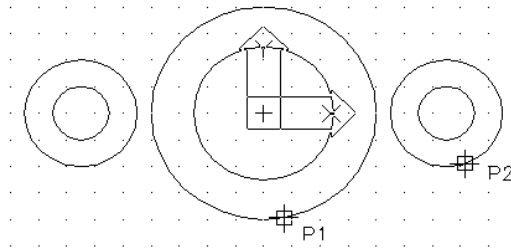

Fig. 2.16
5. Utilizarea modului osnap (TANGent), pentru trasarea celor patru tangente la cercuri (fig. 2.16).